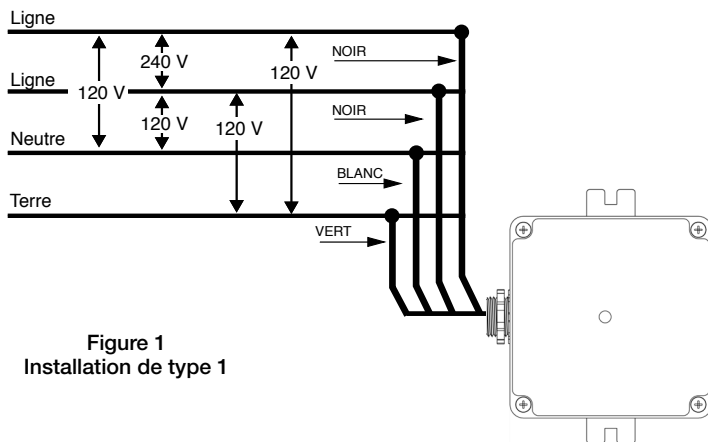

Figure 1
2. Connect wires as shown in Figure 1.
2. Raccorder les fils comme indiqué à la Figure 1.